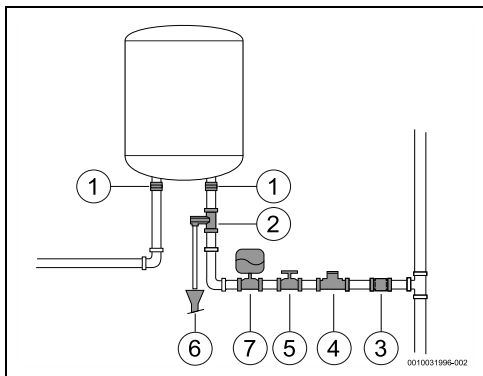

Fig. 11
- ▶ Fechar a válvula de corte de água (→ Fig. 11, [5]).
- ▶ instalar uma válvula redutora (Fig. 11, [4]). A válvula de descarga vai atuar sempre que a pressão da água no aparelho for superior a 8 bar ($\pm 0,5$ bar), pelo que é necessário prever uma forma de canalizar o escoamento dessa água.
- ▶ instalar um vaso de expansão (Fig. 11, [7]) para evitar que a abertura da válvula de descarga seja tão frequente. O volume do vaso de expansão deve ser o equivalente a 5% do volume do aparelho.